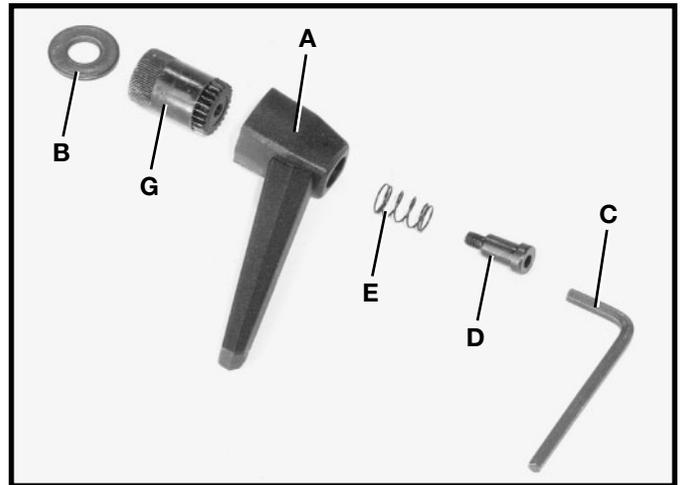
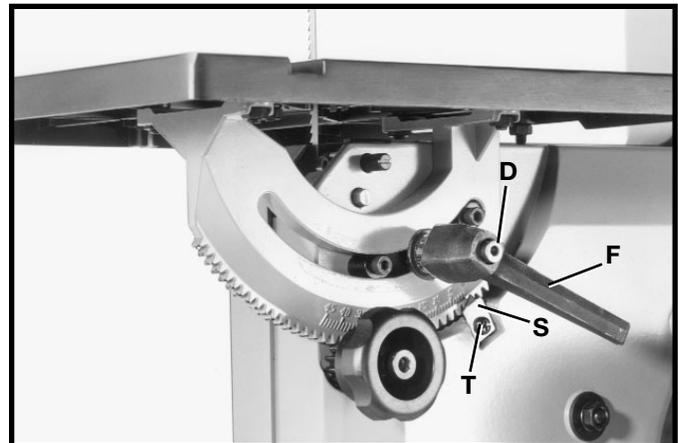

Fig. 4
Fig. 11
1. Situez la manette de verrouillage de la table (illustrée en pièces détachées) figure 4, la rondelle plate M10 (B) et la clé de 4 mm (C).
2. En utilisant la clé de 4 mm (C) fig. 4 fournie, enlevez la vis (D) et le ressort (E) de la manette (A) et retirez-la de l'écrou (G). Ne perdez pas le ressort (E).
8. Installez l'aiguille (S) fig. 11 à l'arrière de la scie à ruban avec la vis à tête cyl. large M5 x 0,8 x 10 mm (T).
9. Placez la manette de blocage (F) fig. 4 sur le goujon (G). Fixez le ressort (E) fig. 4, à l'intérieur du trou de la manette de blocage et fixez-le en place avec une vis (D) comme l'illustre la figure 11. **REMARQUE :** La manette (F) est rappelée par un ressort et peut être repositionnée sur le goujon en la tirant et en la repositionnant sur l'écrou.